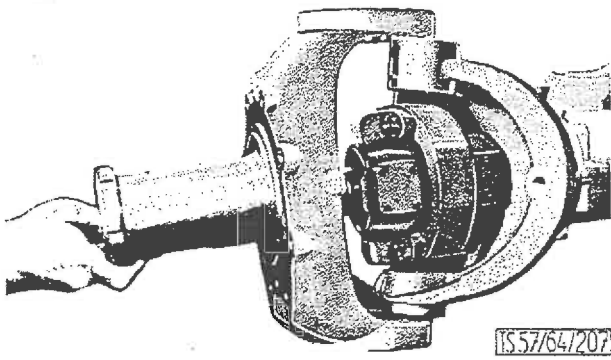
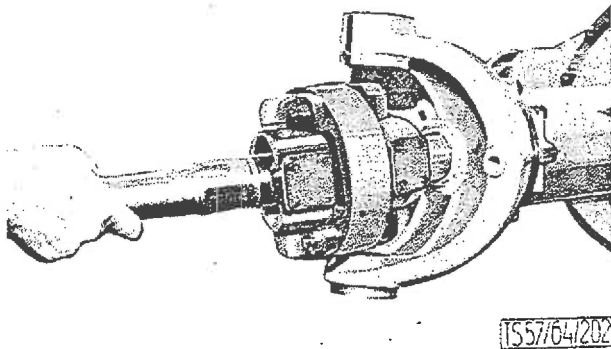

BILD 15: Abziehen des Achsschenkels
BILD 16: Herausziehen der Gelenkwelle
7. Achsschenkel von der Gelenkwelle herunterziehen (Bild 15). Gelenkwelle aus der Vorderachse herausziehen (Bild 16)
6. Paßhülsen (20/3) in Achsschenkel eintreiben und Achsschenkel vorsichtig auf den vorderen Stummel der Gelenkwelle schieben (Bild 15)